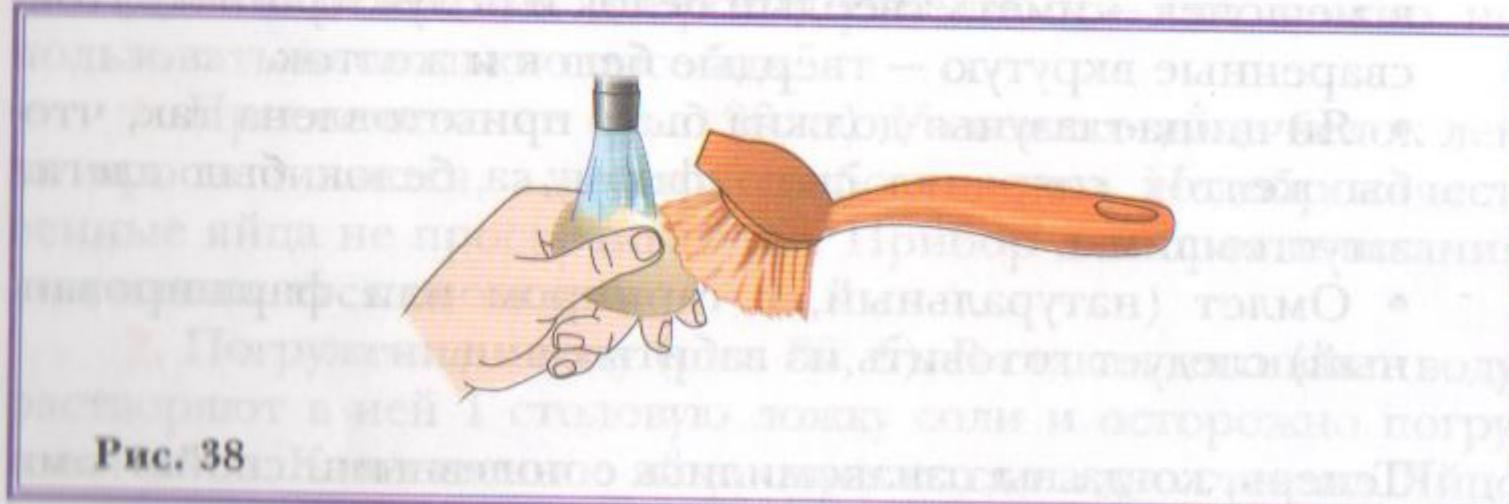

Рис. 38
1. Вымойте яйцо щёткой под струёй воды (рис. 38).